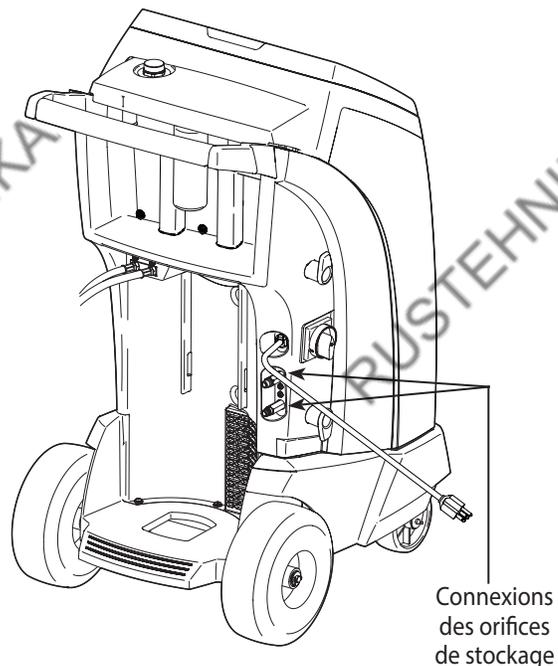

Figure 5
2. Branchez les flexibles de service sur les connexions des orifices de stockage de la machine, comme illustré sur la figure 5.